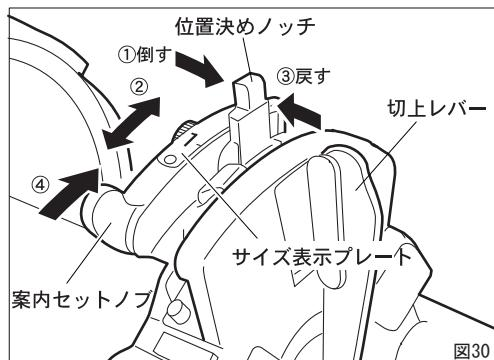

図30
サイズ変更をする場合（図30）
- 位置決めノッチを図30の矢印①の方向に倒す。
- サイズ表示プレートに表示されている希望のパイプサイズに位置決めノッチを合せる。（矢印②）
- 位置決めノッチを矢印③の方向に倒しながら、ノッチの溝に位置決めピンをはめ込む。